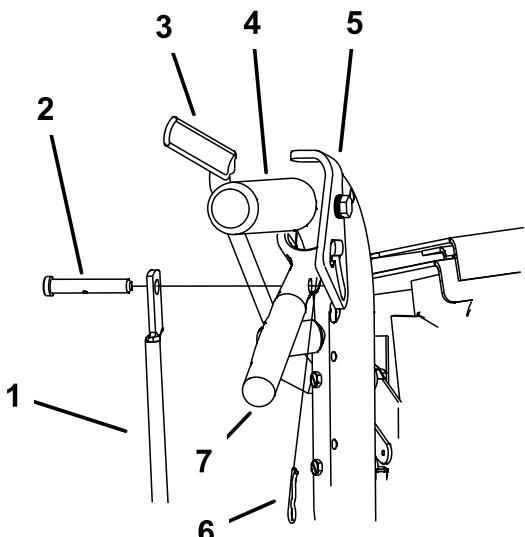

Figure 13
1. Retirez les goupilles fendues et les axes de chape des leviers de déplacement et des verrous du point mort (Figure 13).
5. Ajustez la longueur de la tige de commande en la tournant dans sa fixation (Figure 13).
6. Posez une goupille fendue entre les leviers de déplacement et les verrous de point mort, et dans les axes de chape (Figure 13).